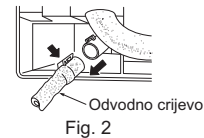

Fig. 2
- 3) Izvucite odvodno crijevo na stražnjoj lijevoj strani unutarnje jedinice. (Fig. 2)